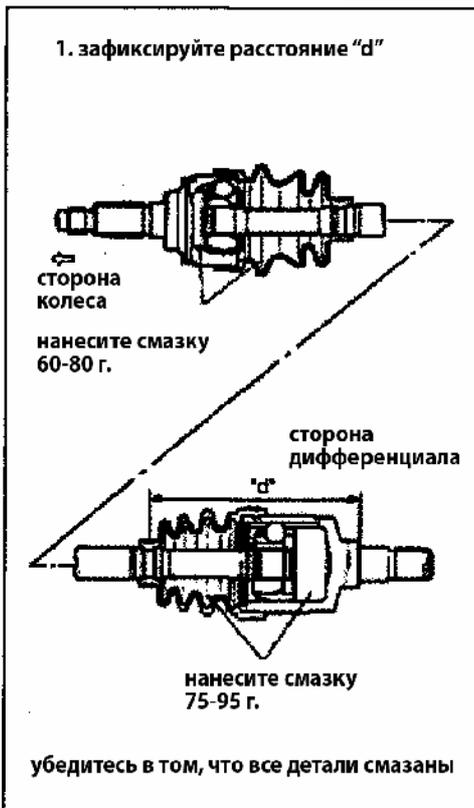

Рис. 491
10) При установке пыльника с хомутом, отрегулируйте размер "d", как показано на рисунке (Рис. 491).